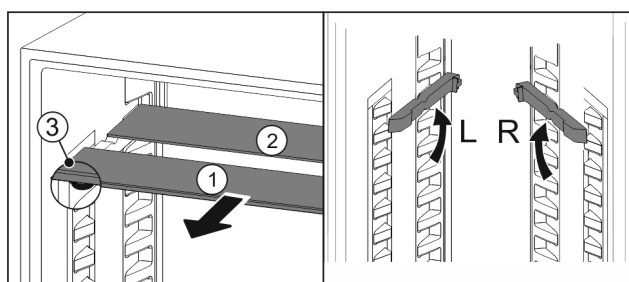

Fig. 94
- ▶ Retire las planchas de cristal individualmente hacia adelante Fig. 94 (1).
- ▷ La placa de vidrio Fig. 94 (1) con moldura está situada delante.
- ▷ Los topes Fig. 94 (3) miran hacia abajo.